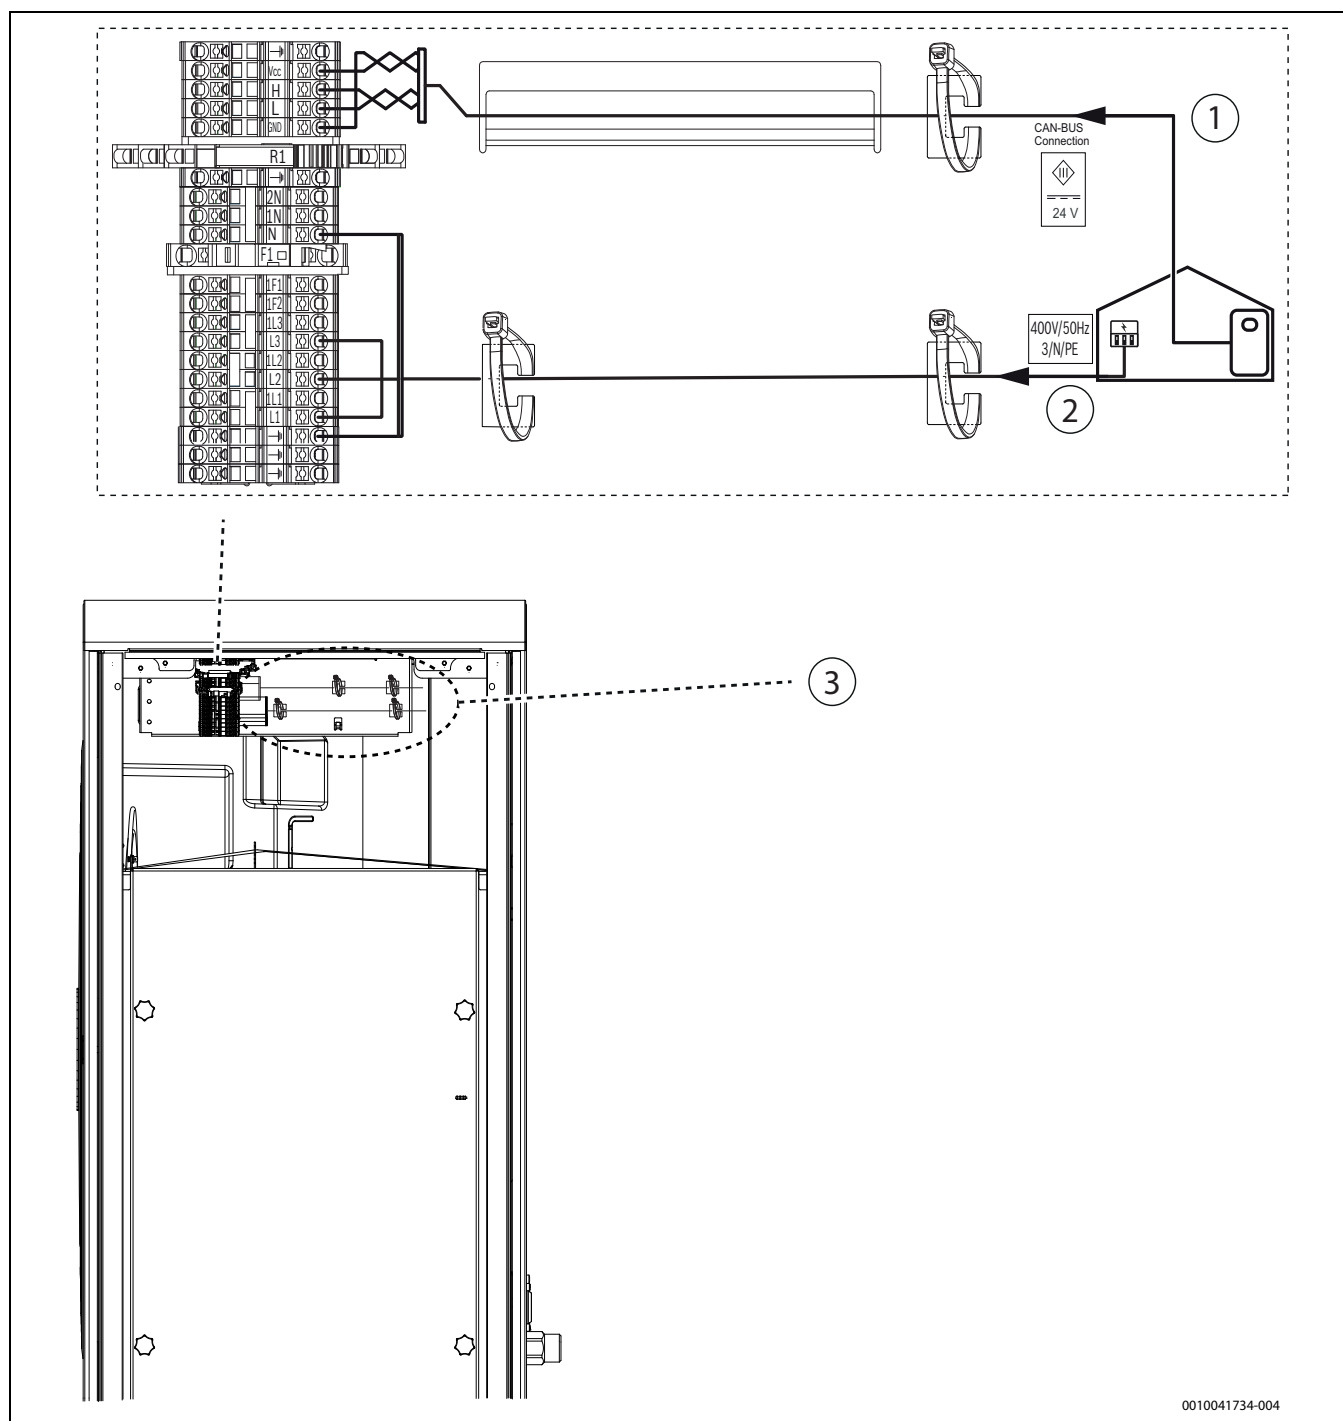

Fig. 38 Bornes de raccordement au niveau de la zone de raccordement de l'installation
- ▶ Raccorder le câble comme illustré à la → Figure 38.